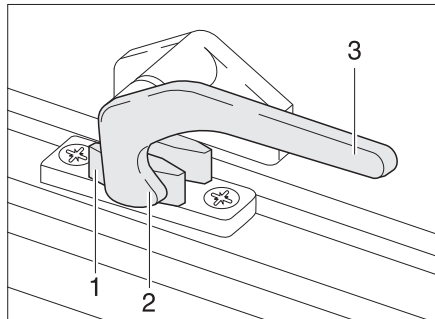

Fig. 32 Levier de verrouillage en position "Fermé"
- Tourner le levier de verrouillage (Fig. 32,3) d'un quart de tour vers le centre de la fenêtre.
- Tourner le levier de verrouillage (Fig. 32,3) d'un quart de tour vers le cadre de la fenêtre. Le tenon de verrouillage (Fig. 32,2) se trouve sur le côté intérieur du verrouillage de fenêtre (Fig. 32,1).
- En position "Fermé" (Fig. 32)